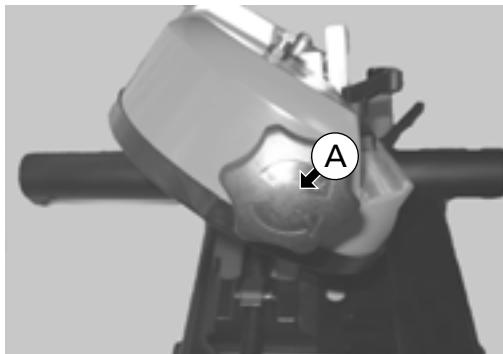

Fig. 25
Rode o botão (A) - (Fig. 25) no sentido dos ponteiros do relógio para apertar a lâmina nas rodas. Não aperte demasiado.
Elementos da Fig. 25 -